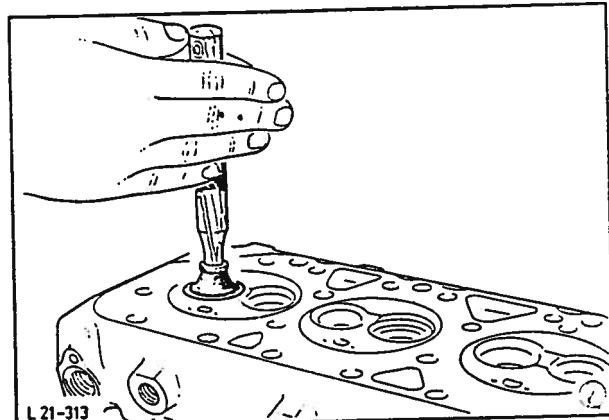

Fig. 133 Sliping av ventil.
4. Fjern olje, kull og andre avleiringer fra ventiler og kanaler i toppløkket. Slip deretter ventilene, fig. 133. Fjern slipepasta fra ventiler og toppløkk.